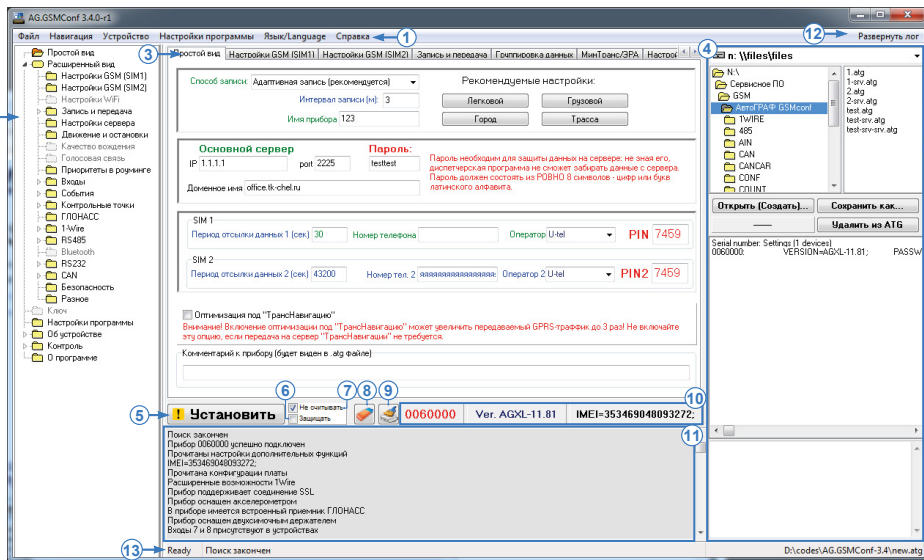

Рис.6. Интерфейс программы.
**11. Окно состояния** – в этом окне отображается ход работы в программе AG.GSMConf. Кнопка «Развернуть лог» (Рис.6, п.12) позволяет развернуть окно состояния, в котором отображается лог работы в программе, на все окно программы. Данная опция удобна для просмотра большого лога. Свернуть лог можно повторным нажатием кнопки.